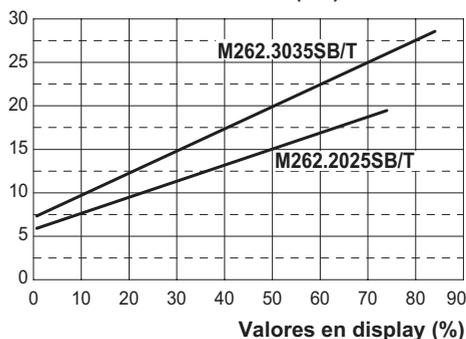
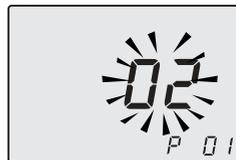
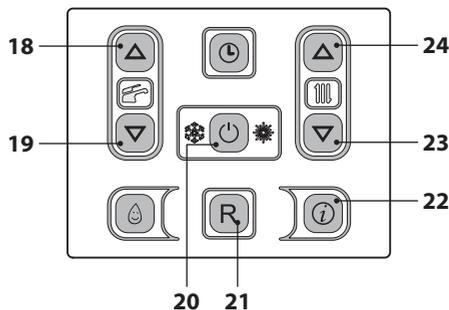

Figura 7.9
Figura 7.13
Figura 7.14
La regulación de la potencia útil en funcionamiento de calefacción es independiente de la configurada para el agua sanitaria. El gráfico de la Figura 7.9 muestra cómo varía la potencia útil de la caldera en calefacción al modificarse el valor ajustado en la tarjeta de control.
- Entre en la "modalidad de programación" pulsando simultáneamente durante 10 segundos los botones 20 - 23 - 24 (Figura 7.14) hasta que aparezcan en el display LCD las letras **P01** y el valor del parámetro, indicando que se ha entrado en el "parámetro 01" (Figura 7.13).
- Utilizando los botones 18 o 19 (Figura 7.14) se puede modificar el valor del parámetro 12 (consulte el gráfico de la Figura 7.9 para determinar el valor correcto en función de la potencia útil de calefacción).
- Pulsando el botón 20 (Figura 7.14) se confirma el valor introducido.